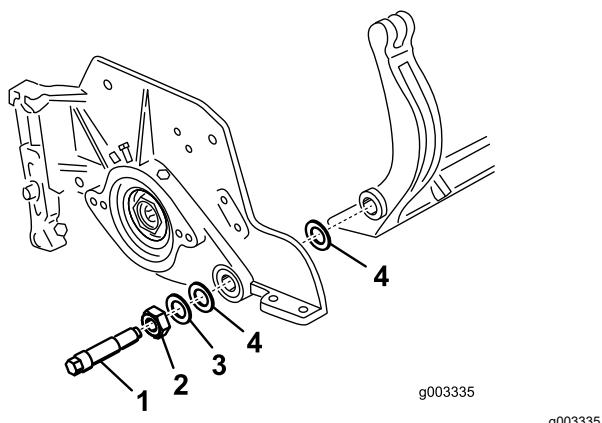

Figura 36
Considerate 2 rondelle in nylon e 1 rondella in acciaio su ciascun lato della barra di appoggio (Figura 36).
3. Collocate una rondella in nylon su ciascun lato della flangia di estremità della piastra laterale. Posizionate una rondella in acciaio all'esterno di ciascuna rondella in nylon (Figura 36).